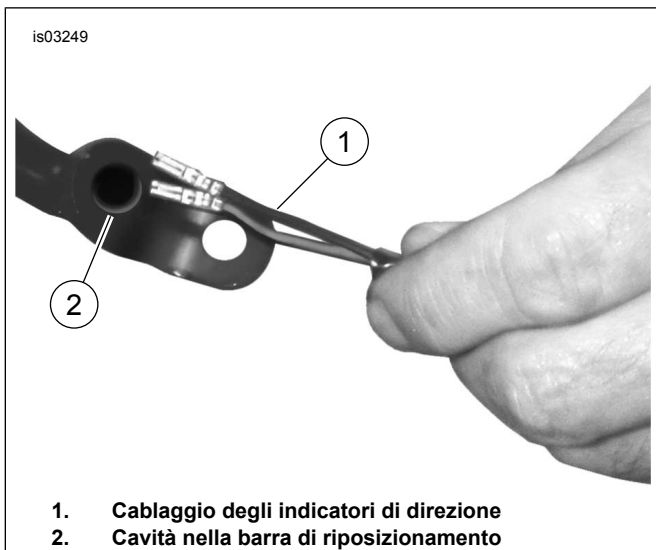

Figura 7. Disposizione del cablaggio nella staffa di riposizionamento
1. Vedere Figura 7. Passare il cablaggio delle luci lungo la staffa di riposizionamento degli indicatori di direzione.